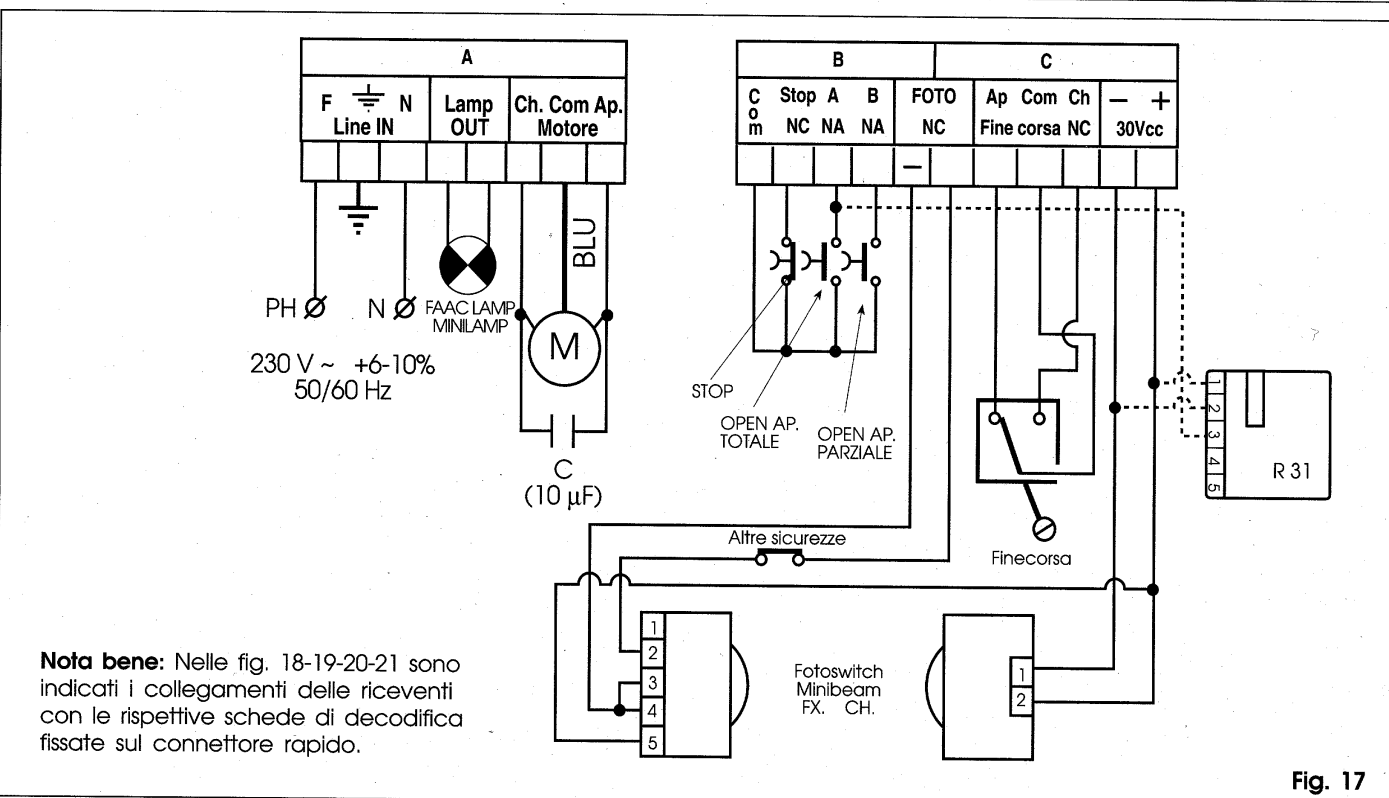

Fig. 17
- ⑦ **Trimmer FRIZ.** di regolazione della coppia di lavoro. La forza è regolabile da 0 a 40 daN.
- ⑧ **Led FCC** di segnalazione stato del finecorsa di chiusura.
- ⑨ **Led FCA** di segnalazione stato del finecorsa d'apertura.
- ⑩ **Led FTSW** di segnalazione stato delle sicurezze.
- ⑪ **Led OPEN "B"** di segnalazione del comando d'apertura parziale.
- ⑫ **Led OPEN "A"** di segnalazione del comando d'apertura totale.
- ⑬ **Led STOP** di segnalazione del comando d'arresto.
- ⑭ **Led di diagnostica:** (vedi paragrafo 4).
- ⑮ **Morsettiera CN2 a bassa tensione:** è utilizzata per collegare il finecorsa e tutti gli accessori (fig.17).